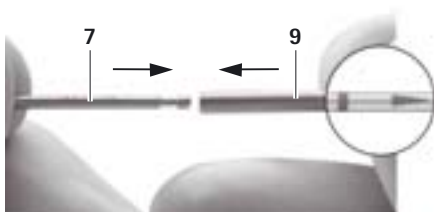

Fig. 6
- Introduzir o tubo externo 10 até ao batente no acessório instrumental 7 e sobre o tubo interno 9, ver Fig. 6.